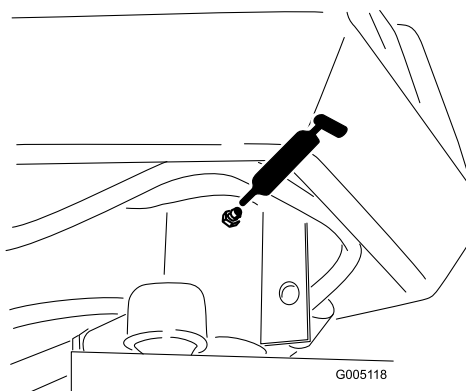

Figure 40
- Axe de fourche de direction (1) (Figure 40)
- Extrémité de la tige (Figure 40)